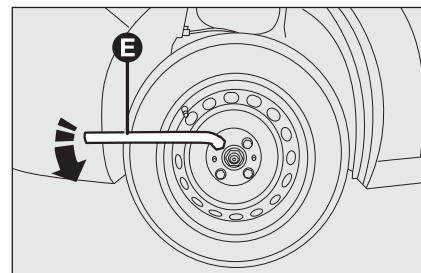

Abb. 5
- ☐ Die Radbolzen des zu wechselnden Rades mit dem beiliegendem Radbolzenschlüssel **E-Abb. 5** um ca. eine Umdrehung lösen.